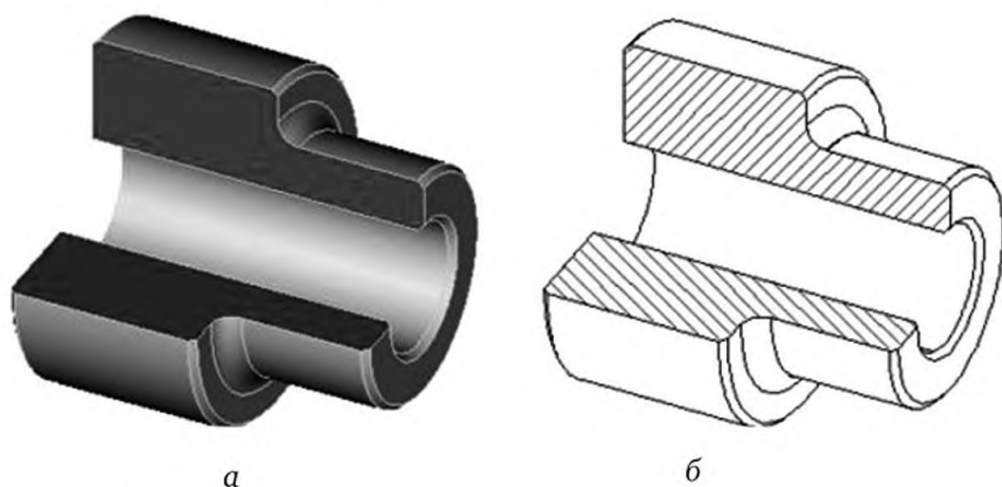

Рис. 1. Компьютерная объемная 3D-модель детали с разрезом (а) и ее изометрический вид (б)
**Задание.** Разработать объемную 3D-модель ступенчатого вала с отверстием внутри, выполнить технический рисунок детали в виде аксонометрического изображения в виде прямоугольной изометрии на формате листа A4 (см. рис. 1).